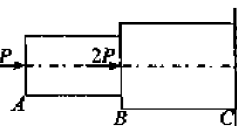

图 1-3
3. 变截面杆受两个集中力作用,如图 1-3 所示。设 AB 和 BC 段的横截面积为 A_1 、 A_2 ,且 $A_2 = 1.5 A_1$,则 AB 段的应力与 BC 段的应力之比为_____。